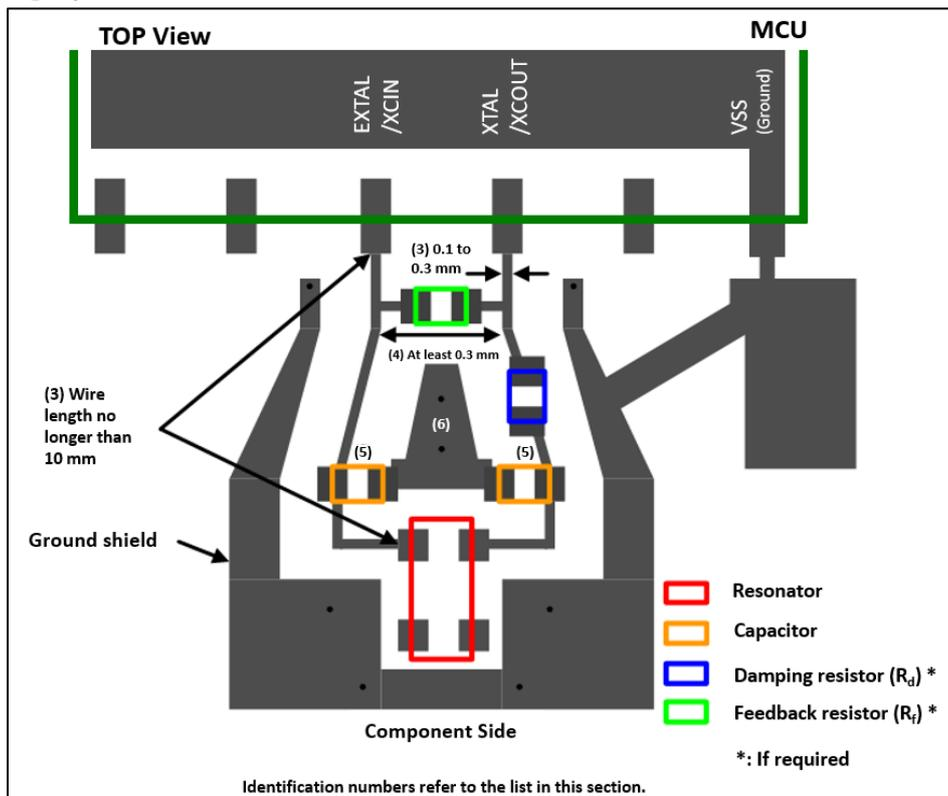
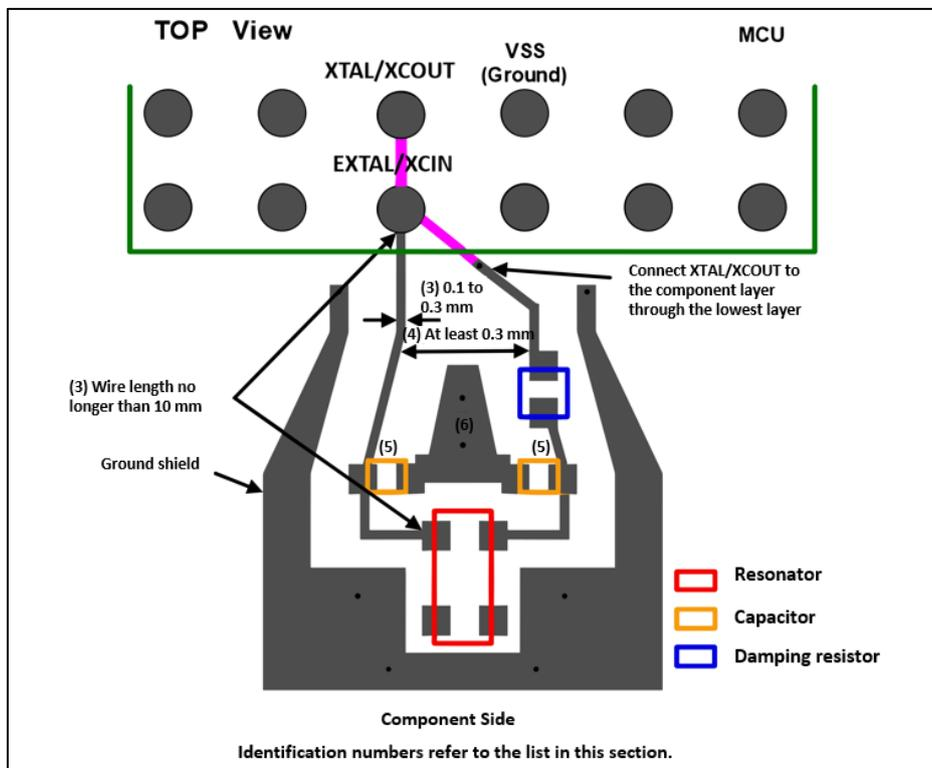
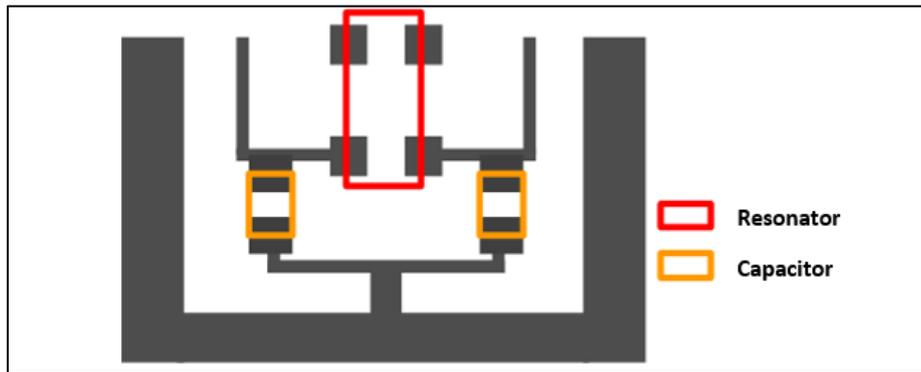

図 19 EXTAL/XCIN、XTAL/XCOUT 配線のパターン例：LQFP パッケージ
図 21 EXTAL/XCIN、XTAL/XCOUT 配線のパターン例：BGA パッケージ
図 22 2つの外部容量を MCU 付近に配置することが難しい場合のパターン例
(1)~(6)にEXTAL/XCIN、XTAL/XCOUT配線の要点を示します。また、図19~図22にパターン例を示します。
- (1) EXTAL/XCIN、XTAL/XCOUT配線は他の信号線と交差させないでください。
- (2) EXTAL/XCIN、XTAL/XCOUT配線にテスト端子を設けないでください。
- (3) EXTAL/XCIN、XTAL/XCOUT配線の幅は0.1 mm～0.3 mmとし、MCUの端子から発振子の端子までの配線長はできるだけ10 mm 以内にしてください。
- (4) EXTAL/XCIN端子に接続した配線とXTAL/XCOUT端子に接続した配線は、できるだけ(少なくとも0.3 mm 以上の)間隔をあけてください。
- (5) 2つの外部負荷容量を最短距離の配線で接続し、その配線を部品面にあるグランドパターン（以下、グランドシールドとする。詳細については6.1.2章を参照してください。）に接続してください。基板のMCU付近に余地が無くて外部負荷容量を図19～図21のようにMCUの近くに配置できない場合は、図22のように配置してください。
- (6) EXTAL/XCIN、XTAL/XCOUT間の寄生容量を減らすために発振子とMCUの間にグランドパターンを設けてください。